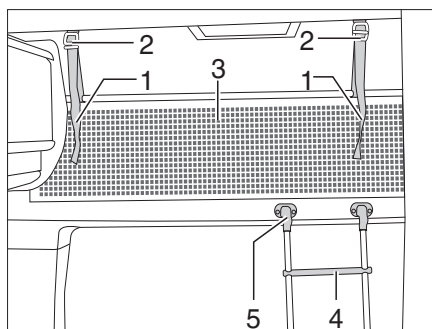

Fig. 156 Cama de alcoba
Para subir a la cama de alcoba, utilizar la escalera de ascenso (Fig. 156,4) equipada de serie.
- Enganchar la escalera con los largueros en el soporte (Fig. 156,5) del panel de la alcoba.
La red de seguridad (Fig. 156,3) viene de serie entre el colchón y el somier. Tender la red de seguridad cuando las personas ya se encuentren en la alcoba.
- Engatillar las cintas de sujeción (Fig. 156,1) en los soportes en el techo (Fig. 156,2).